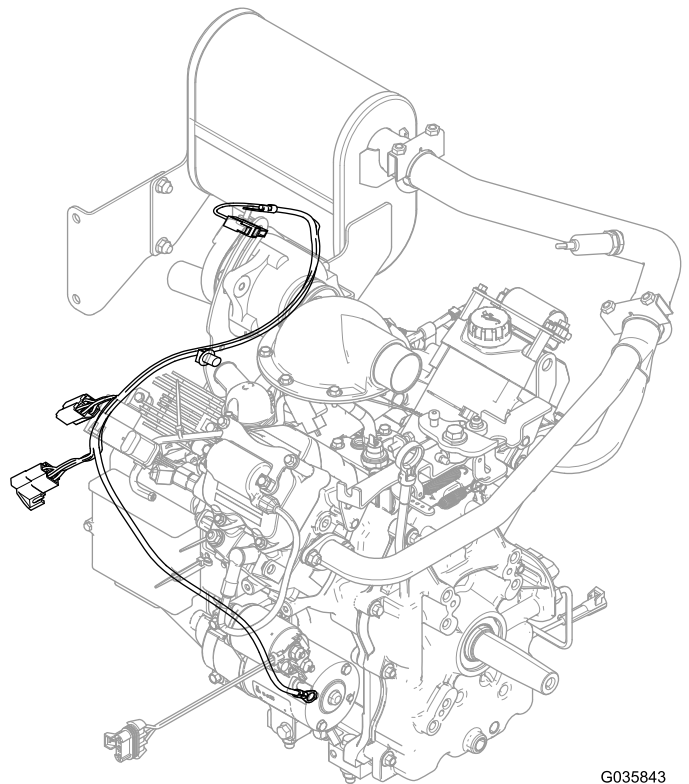

Figura 15
1. Conecte el arnés de cables del kit al alternador (Figura 15).
4. Conecte el anillo del terminal positivo al borne positivo del motor de arranque (Figura 15).